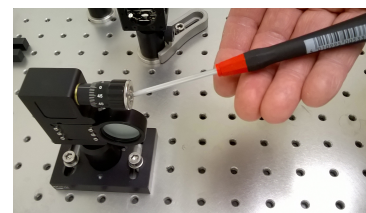

Abb. 1: Präzisionsverschiebung des Spiegels
- Für die erschütterungsfreie Verschiebung des Spiegels nutzen Sie bitte den 2mm Sechskant-Schraubendreher s. Abb. 1.